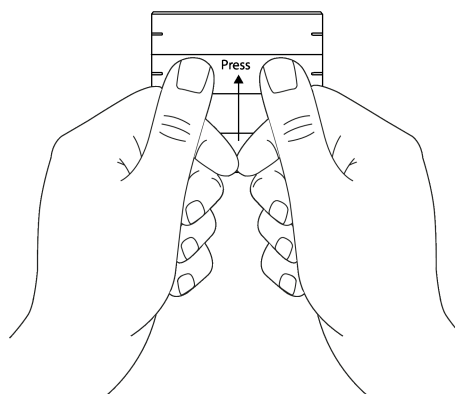

Bild 4: Tryck i mitten på Användningsvippkontakten
- Tryck med bägge tummar på användningsvippkontakten (se bild 4).